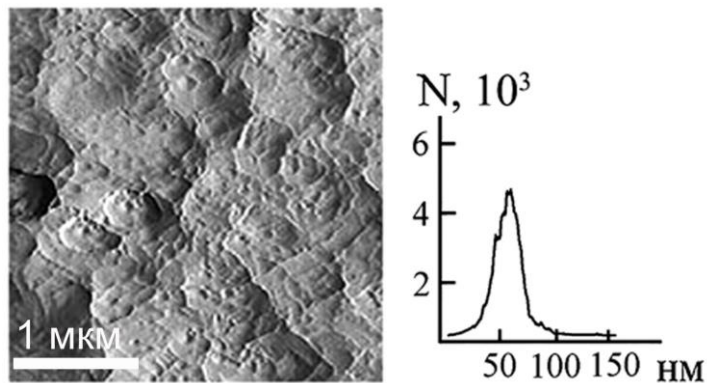

Рис. 9 АСМ-скан и гистограмма распределения высот поверхности керамического материала.
9. Сделайте оценочный расчет шероховатости поверхности образца по данным атомно-силовой микроскопии (рис. 9)